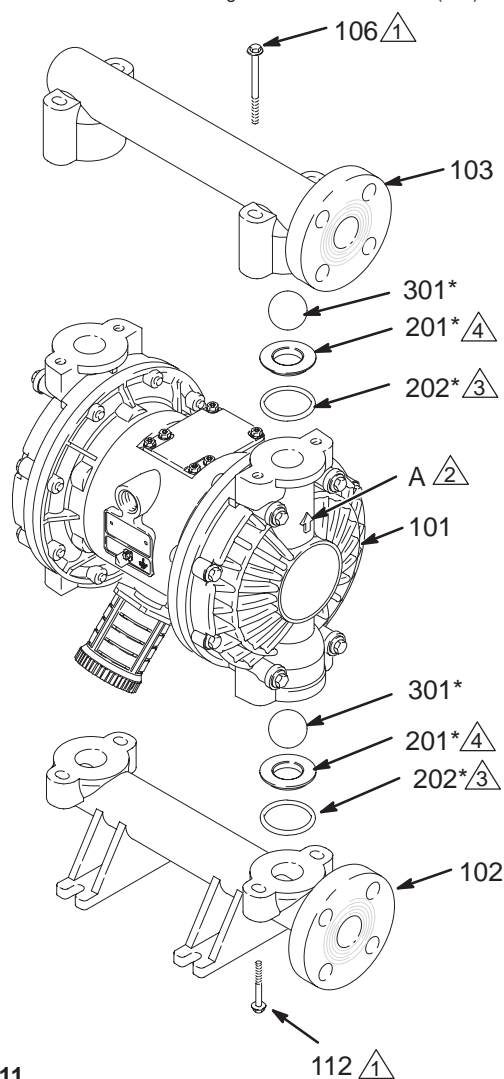

Fig. 11
3. À l'aide d'une clé à douille de 10 mm, retirer les quatre boulons (106) maintenant le collecteur de sortie (103) aux capots du circuit produit (101). Voir la Fig. 11.
2. Remonter en procédant dans l'ordre inverse, en suivant les remarques de la Fig. 11. S'assurer que les billes sont remontées **exactement** comme indiqué. Les flèches (A) sur les capots (101) du circuit produit **doivent** être tournées vers le collecteur de sortie (103).
- 2  La flèche (A) doit être tournée vers le collecteur de sortie (103).
- 4  La surface biseautée du siège doit être face à la bille (301).